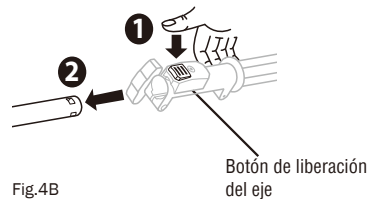

Fig.4B
3. Pulse el botón de liberación del eje (Fig.4B, 1) y, luego extraiga el eje del accesorio o el tubo de extensión del eje del cabezal eléctrico y retírelo. (Fig.4B, 2).